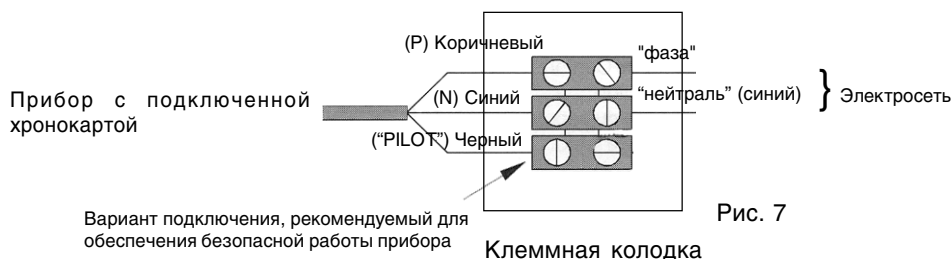

Рис. 7
* Подключение к линии передачи сигналов “PILOT” отсутствует (смотри Рис. 7)